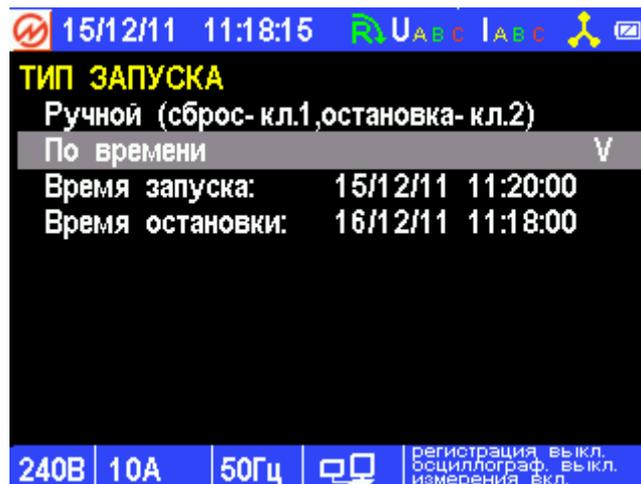

Рис. 4.14. Режим отображения выбора типа запуска
- экран выбора типа запуска (рис. 4.14);
При входе в режим «Энергия» на экране отображается меню выбора типа запуска: «Ручной» или «По времени» (рис. 4.14). Перемещение по пунктам меню осуществляется клавишами ▼ и ▲. Для выбора типа запуска необходимо нажать клавишу «ENT».